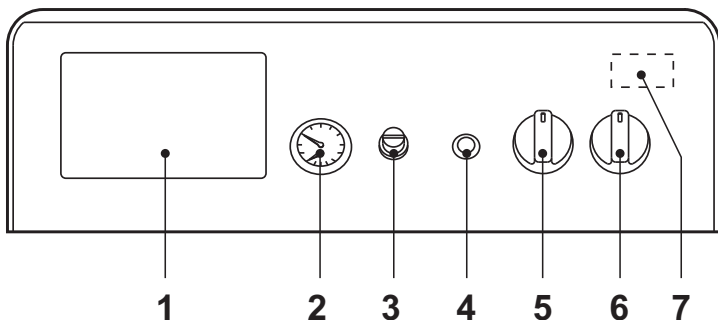
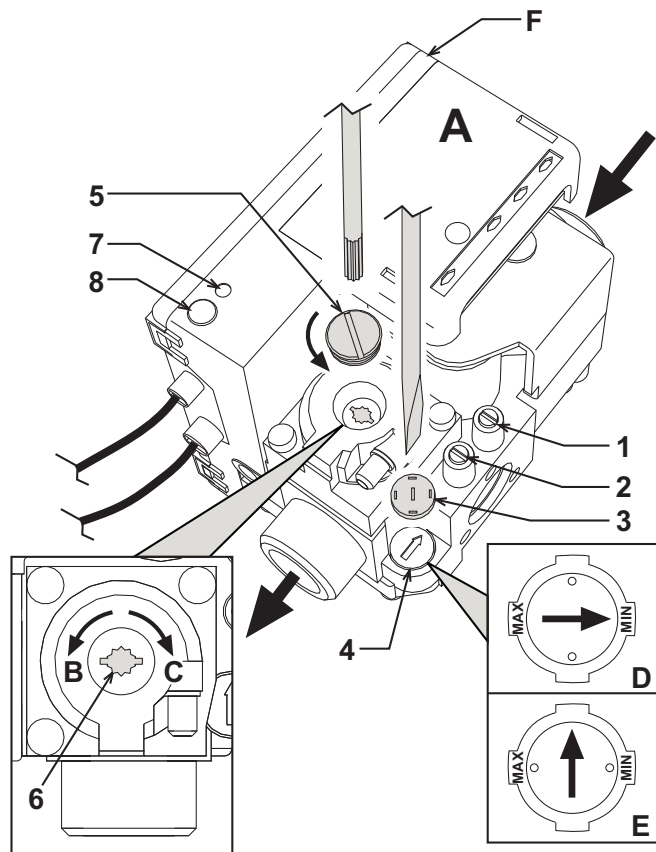

fig. 1 - Panel de mandos
fig. 3 - Regulación de la presión
- Poner el interruptor general "6" en la posición 1 (fig. 1).
- En caso de que la caldera esté equipada con una centralita electrónica termostática, montada en la posición 1 de fig. 1, el usuario deberá considerar también las instrucciones proporcionadas por el fabricante de la misma.
Si se gira el mando 5 de fig. 1 en el sentido de las agujas del reloj, la temperatura del agua de calefacción aumenta; en sentido contrario a las agujas del reloj, disminuye. La temperatura puede regularse entre 30 °C y 90 °C. Se aconseja no hacer funcionar la caldera a menos de 45 °C.
Mediante el termostato de ambiente, programar la temperatura que se desee tener en el interior de la vivienda. Controlada por el termostato de ambiente, la caldera se enciende y calienta el agua a la temperatura fijada con el termostato 5 de fig. 1. Cuando se alcanza la temperatura ambiente deseada, el generador se apaga.
La presión de carga con la instalación fría, leída en el hidrómetro de la caldera 2 de fig. 1, tiene que estar alrededor 1,0 bar. Si la presión de la instalación disminuye durante el funcionamiento (a causa de la evaporación de los gases disueltos en el agua) por debajo del valor citado, el usuario ha de restablecer el valor inicial mediante la llave de llenado. Al finalizar la operación, cerrar siempre la llave de llenado.
Conectar un manómetro a la toma de presión 2 (fig. 3), situada después de la válvula del gas, y poner el mando del termostato de la caldera (5 - fig. 1) en el valor máximo.
Tras quitar el tapón de protección 5 (fig. 3), regular la presión del gas en el quemador mediante el tornillo 6 según el valor deseado (véase la tabla de datos técnicos y los diagramas de variación de potencia en el cap. 5).
2. Quitar de la válvula del gas el pequeño capuchón de protección (3 fig. 3). Con un pequeño destornillador, regular el STEP de encendido para el gas deseado (**G20-G25** posición D fig. 3 o **G30-G31** posición E fig. 3) y colocar nuevamente el capuchón.